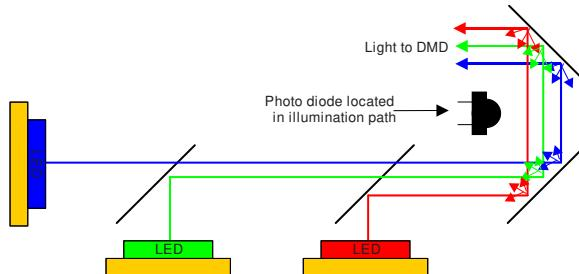

図 7-2. フォトダイオードの配置
- 理想的には、照明パス内の位置 (図 7-2) は、システムのターゲット白色ポイントで 3 つの LED のそれぞれから、強くてもバランスのとれた振幅の信号応答を生成するように配置する必要があります。検出器の理想的ではない配置による 3 つのチャネル間の不均衡により、調光システムのダイナミックレンジが制限されます。TIA は RGB トライム機能をサポートしており、不均衡なシステムの再均衡をサポートできます。この機能は、各 LED からの振幅信号応答のバランスを最適化するプロセスを完了するのに役立ちます。しかし、色の自然なバランスが実用的なのと同じくらい理想的であるように、照明経路の設計に注意することをお勧めします。